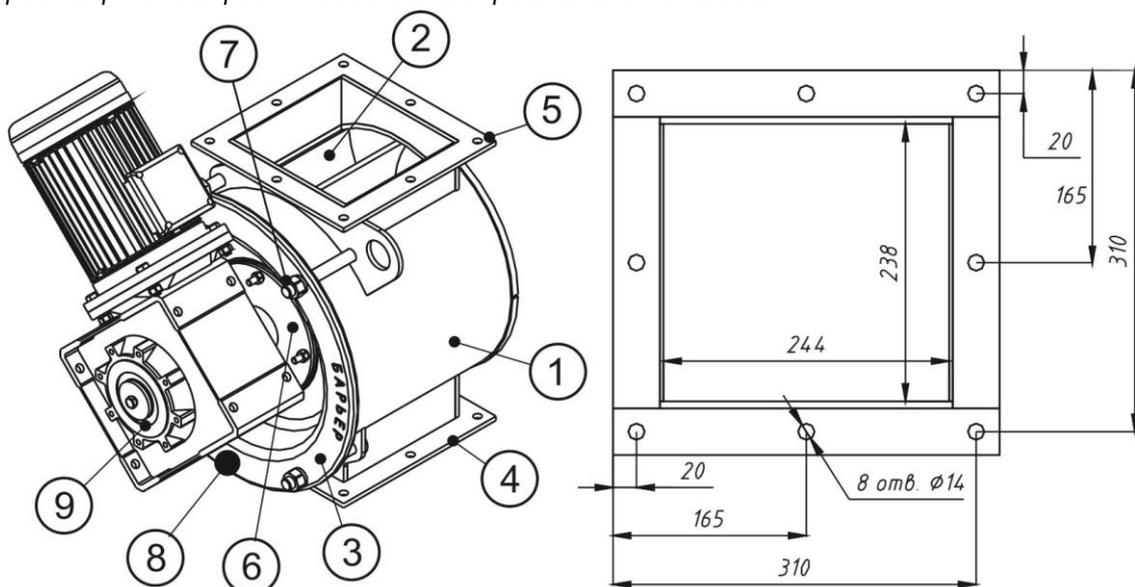

Рис.3 Внешний вид изделия, элементы регулирования, размеры присоединительных фланцев
Изделие (Рис.3) работает следующим образом: материал, пройдя через загрузочный патрубок (5), заполняет находящиеся сверху ячейки ротора. При повороте ротора заполненные ячейки переходят вниз, и материал выгружается через разгрузочный патрубок (4). Разгрузочный и загрузочный патрубки оснащены фланцами, служащими для присоединения шлюзового затвора к технологическому оборудованию (на рис. 3 фланец показан справа).
Изделие подсоединяется к технологическому оборудованию с помощью присоединительного фланца (см. рис.3) через герметизирующие прокладки, которые не входят в комплект поставки.
- С помощью токоизмерительных клещей замерить ток обмотки электродвигателя мотор-редуктора. В случае превышения значения 3,3 А для электродвигателя мощностью 1.5 кВт необходимо отрегулировать зазор между торцами Т-лопастей ячеювого ротора и подвижной крышкой корпуса (плотность прилегания Т-лопастей), для этого нужно ослабить четыре самоконтрящиеся гайки (рис. 3, поз. 7). Если после ослабления самоконтрящихся гаек ячеювый ротор не запускается, необходимо легкими ударами молотка через деревянный брусок отодвинуть подвижную крышку корпуса от ячеювого ротора.